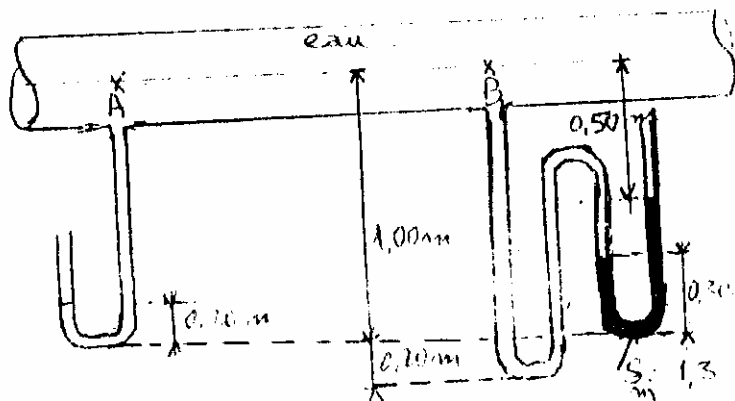

Fig 2
- a) calculer la pression en A et B voir fig 2